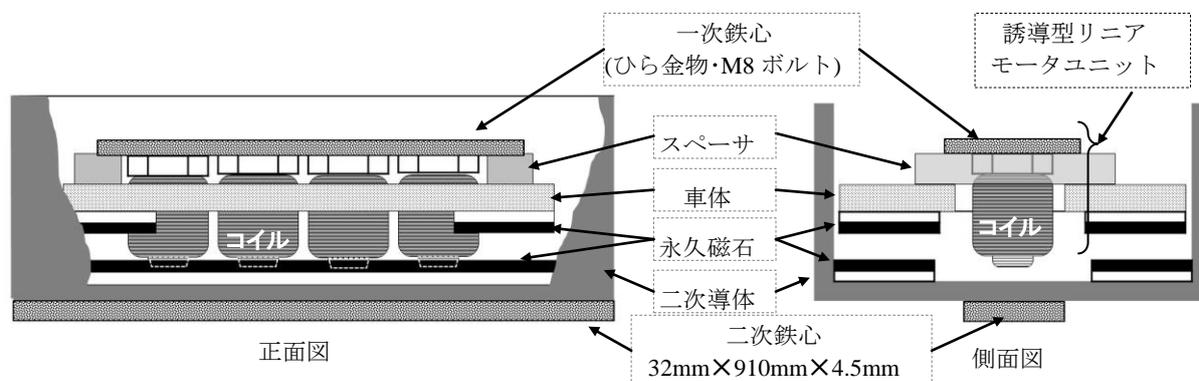

図2 リニアモーターカーの構造
3. 磁気浮上型リニアモーターカー 図2に磁気浮上型リニアモーターカーの構造を示す。磁気浮上のためにフェライト永久磁石(25mm \times 19mm \times 5mm)を用いた。二次導体兼ガイドには1000mm \times 80mm \times 40mm、肉厚4mmのアルミチャンネルを、2次鉄心には平鋼を用いた。会場に於いて、この教材の活用事例および、磁気浮上のための調整方法を紹介する。